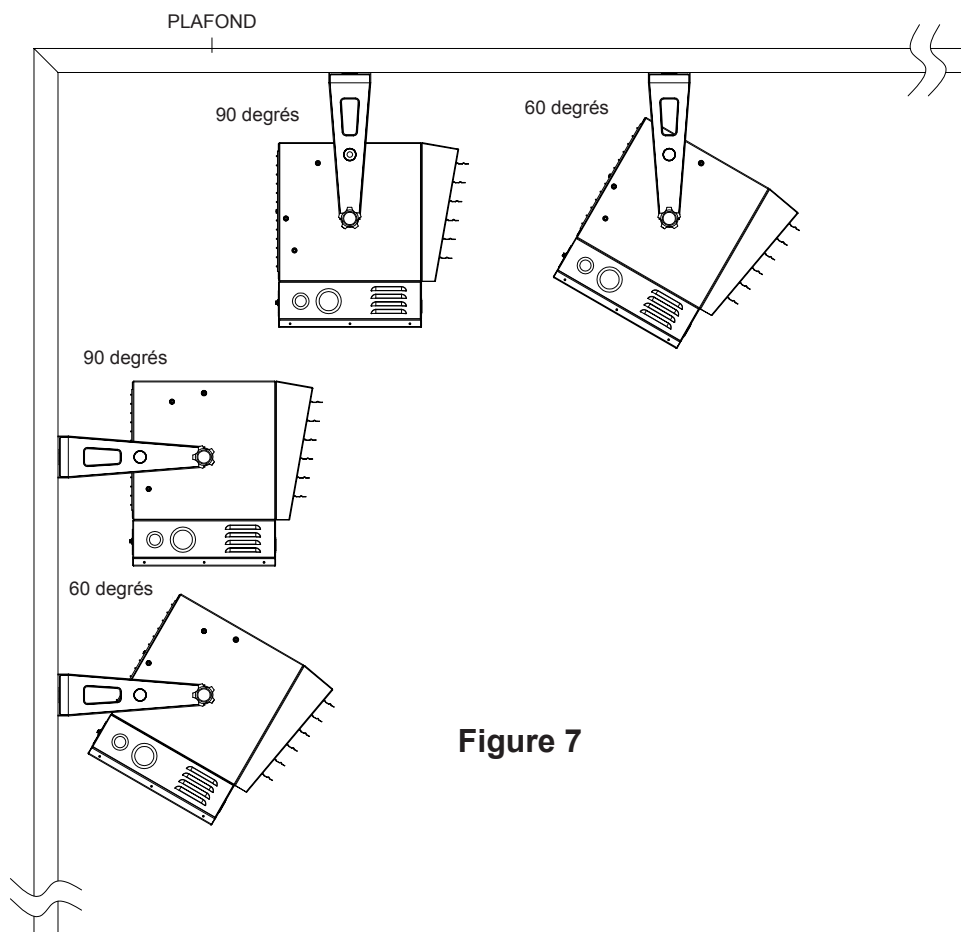

Figure 7
5. Le radiateur peut être monté à différents angles indiqués à la figure 7 tant que vous maintenez un dégagement adéquat, tel qu'indiqué à la page 37.
1. Pour ajuster l'angle d'inclinaison verticale, tenez d'abord fermement le radiateur (pour éviter qu'il ne tombe quand les vis de bouton sont desserrées), puis retirez la vis de bouton supérieure et desserrez la vis de bouton inférieure. (Ne retirez pas complètement la vis de bouton inférieure; desserrez-la seulement jusqu'à ce qu'il soit possible de tourner l'appareil. Voir la figure 5a.) Tournez lentement le radiateur à l'angle désiré. Voir la figure 7 pour le réglage précis de l'angle. Ensuite, insérez la vis de bouton supérieure dans le trou de montage choisi et serrez les vis de bouton.